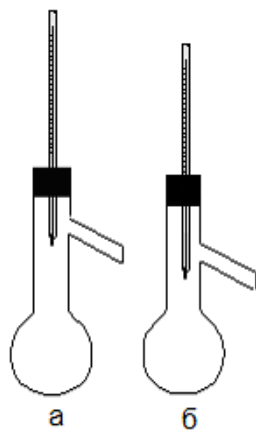

Рис.3. Перегонная колба Вюрца с термометром. Правильная установка термометра в перегонной колбе
Для перегонки низкокипящих веществ используется колба Вюрца с высокой пароотводной трубкой (рис.3а), а для высококипящих – с низкой пароотводной трубкой (рис.3б). При правильной установке термометра, его ртутный шарик должен находиться на 0.5 см ниже отверстия отводной трубки (рис.3а). При таком положении ртутный шарик полностью омывается парами перегоняемой жидкости, а термометр показывает температуру отводных паров.
4. В горловину перегонной колбы вставляют термометр. Его устанавливают таким образом, чтобы ртутный шарик термометра находился на 0.5 см ниже боковой трубки (см. рис.3а).